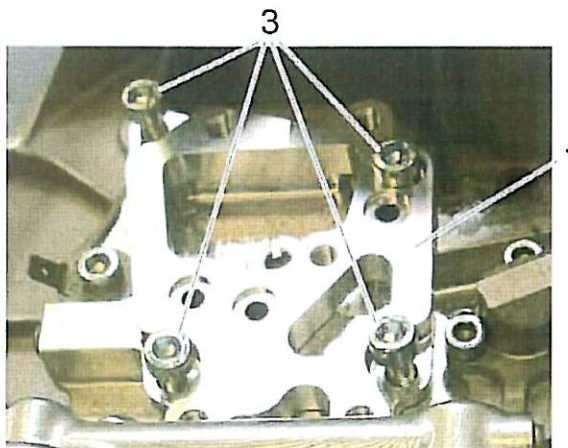

Bild 11
6. Die Adapterplatte (item 1) auf die Basisplatte mit Hilfe der Schrauben (item 3) montieren, die im 4. Arbeitsschritt mit Loctite 243 versehen worden sind. Siehe Bild 11.